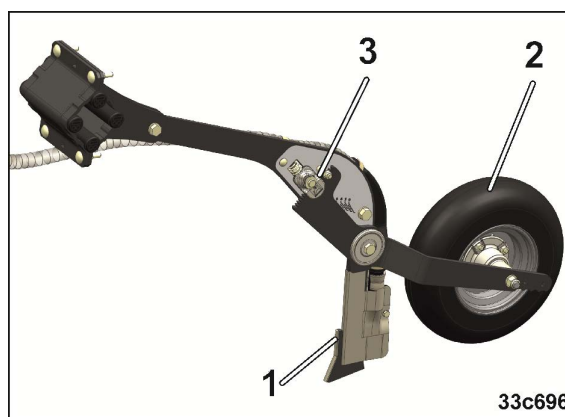

Рис. 75
Сошники ConTeC также могут применяться для прямого посева на полях с большим количеством соломы и растительных остатков. Для укладки семян сошники ConTeC (Рис. 75/1) с агрессивным углом атаки углубляются в почву. Благодаря этому они, опираясь на прижимные катки (Рис. 75/2), выдерживают постоянную регулируемую глубину заделки.
- формирует борозду для семян (Рис. 75/1);
Прицепной прижимной каток (Рис. 75/2)
- ограничивает глубину заделки семян (Рис. 75/3);
Уменьшайте давление сошников на легких почвах, чтобы прицепной прижимной каток (Рис. 75/2) не слишком глубоко проникал в почву.